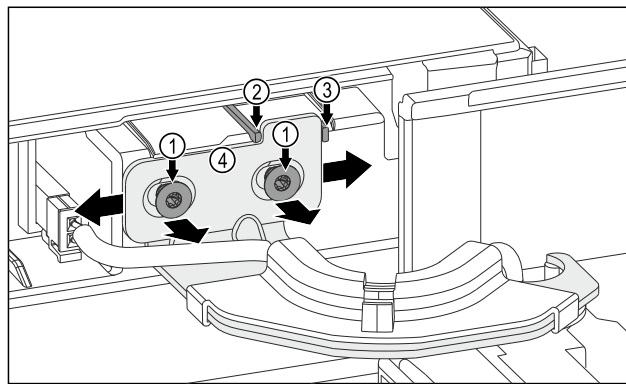

Fig. 10
- Desserrer les deux vis Fig. 10 (1).
- Pousser la porte vers la droite : retirer le bouton de fixation Fig. 10 (3).
- Pousser la porte vers la gauche : retirer le bouton de fixation Fig. 10 (2).
- Position finale de la porte atteinte : serrer les deux vis Fig. 10 (1).